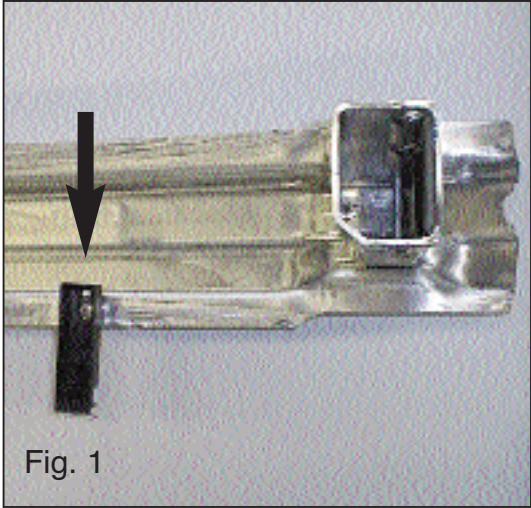

Fig. 1
2. Falls vorhanden den Zeitsensor von der Innenstoßstange entfernen. Anschließend die Innenstoßstange einschließlich der Halterungen entfernen. Die Halterungen werden nicht mehr benötigt. Links und rechts die Nieten aus den Kunststoffstoßstangenhalterungen der Stoßstangeninnenverkleidung herausbohren (siehe Abb.1). Diese mit Hilfe des angegebenen Befestigungsmaterial an der Unterseite des Rohrs der Anhängervorrichtung anlegen. Die Kitt/Wachsschicht bei den Befestigungspunkten entfernen. **Für Audi 2005->modellen gilt:** Die Kunststoffstöpsel von der Unterseite des Langträger entfernen.
2. Enlever si présents le capteur horaire du pare-chocs intérieur. Déposer le pare-chocs intérieur ainsi que ses supports. Ils ne seront plus utilisés. Extraire en perçant à gauche et à droite les faux rivets des supports de pare-chocs en matière synthétique du pare-chocs interne (voir fig. 1). Positionner celui-ci, à l'aide du matériel de fixation indiqué, à la partie inférieure du tube de l'attache-remorque. Enlever la couche de mastic/cire située sur les points de fixation. **Pour les modèles de Audi 2005->**: Enlever les douilles en plastique de la partie inférieure du châssis.
och vänster ut hålnitarna ur plaststagen för stötfångarens innanmäte. (se fig. 1.) Placera dessa med det angivna monteringsmaterialet mot undersidan av dragkrokens rör. Avlägsna kitt-/vaxlagret från monteringspunkterna. **För Audi modeller 2005->**: Ta bort plastpluggarna från undersidan av chassit.
2. Fjern om de findes tidssensoren på den inderste del af kofangeren. Fjern inderdelen inklusiv støtter. Disse anvendes ikke mere. Bor i venstre og højre side nittenaglerne på kofangerstøtterne af kunststof fra indersiden af kofangeren (jævnfør fig. 1). Anbring denne på undersiden af røret på anhængertrækket med det anviste montagemateriale Fjern kittet/vokslaget ved montagestederne. For Audi 2005-> køretøjer gælder følgende: Fjern kunststofstifterne fra chassiss.
2. Retirar si presentes el sensor de tiempo del parachoques interior. Retirar el parachoques interior inclusive soportes. Estos quedan anulados. Taladrar a la izquierda y derecha los clavos tubulares de los soportes sintéticos de parachoques del parachoques interior. (Véase la fig. 1). Colocarlos en el lado inferior del tubo del gancho de remolque, usando el material de fijación indicado. Retirar el pegamento/la capa de cera a la altura de los puntos de fijación. **Respecto a los modelos Audi 2005-> hágase lo siguiente:** Retire los cierres de plástico de la parte inferior del chasis.
del paraurti. (vedi fig. 1.) Posizionare i sostegni sotto il traverso del gancio traino, fissandoli con il materiale di fissaggio in dotazione. Rimuovere lo strato di mastice dai punti di fissaggio. **Per i modelli Audi 2005-> vale quanto segue:** Rimuovere i tappi in plastica da sotto il telaio.
2. Gdy obecny: Z wewnętrznej części zderzaka należy wyjąć regulator czasowy i zdemontować wewnętrzną część zderzaka wraz ze wspornikami. Nie będą one już potrzebne. Po prawej i lewej stronie wywiercić nity z wykonanych z tworzywa sztucznego wsporników zderzaka w zderzaku wewnętrznym. (patrz rys. 1). Umieścić go przy pomocy wskazanego materiału mocującego od spodu szyny haka holowniczego. Punkty mocowania należy oczyścić z warstwy kitu / wosku. **Dla modeli Audi 2005-> obowiązuje:** Usunąć zaślepki z tworzywa sztucznego od spodu podwozia.